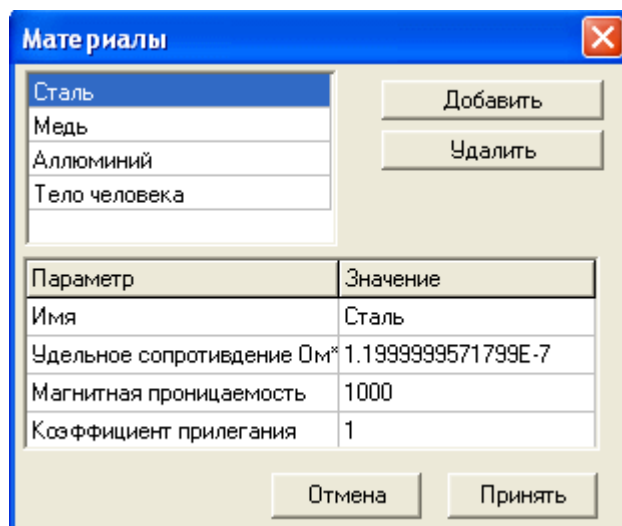

Рис. 3-16. Окно «Материалы».
- **Материалы.** Этот пункт меню вызывает диалоговое окно «Материалы» (Рис. 3-16), с помощью которого можно управлять свойствами материалов элементов модели ЗУ.